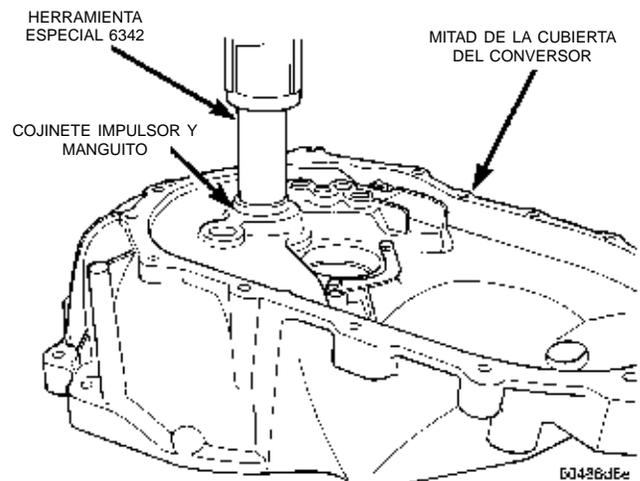

Fig. 128 Desmontaje del cojinete impulsor
(1) Instale la herramienta N° 6342 sobre el cojinete impulsor en el lado de la caja de engranajes de la cubierta de embrague del transeje.
(2) Presione el cojinete impulsor sacándolo de la cubierta (Fig. 128).